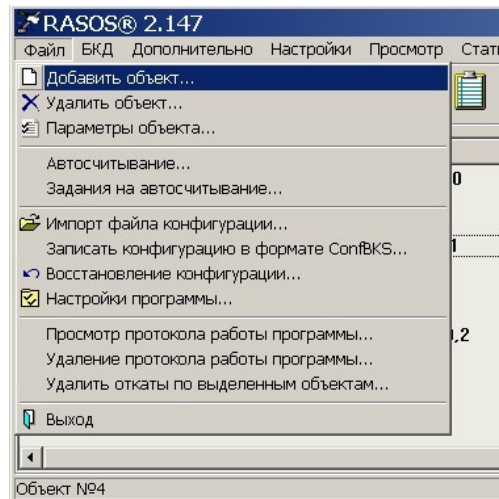

Рисунок 11
3) В программе RASOS создать новый объект, выбрав на вкладке «Файл» команду «Добавить объект» (рисунок 11).